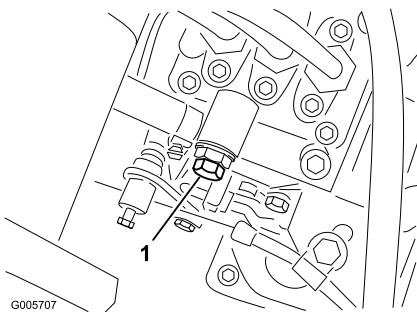

Figura 33
3. Desaperte o parafuso de purga que se encontra na bomba de injeção de combustível (Figura 33).